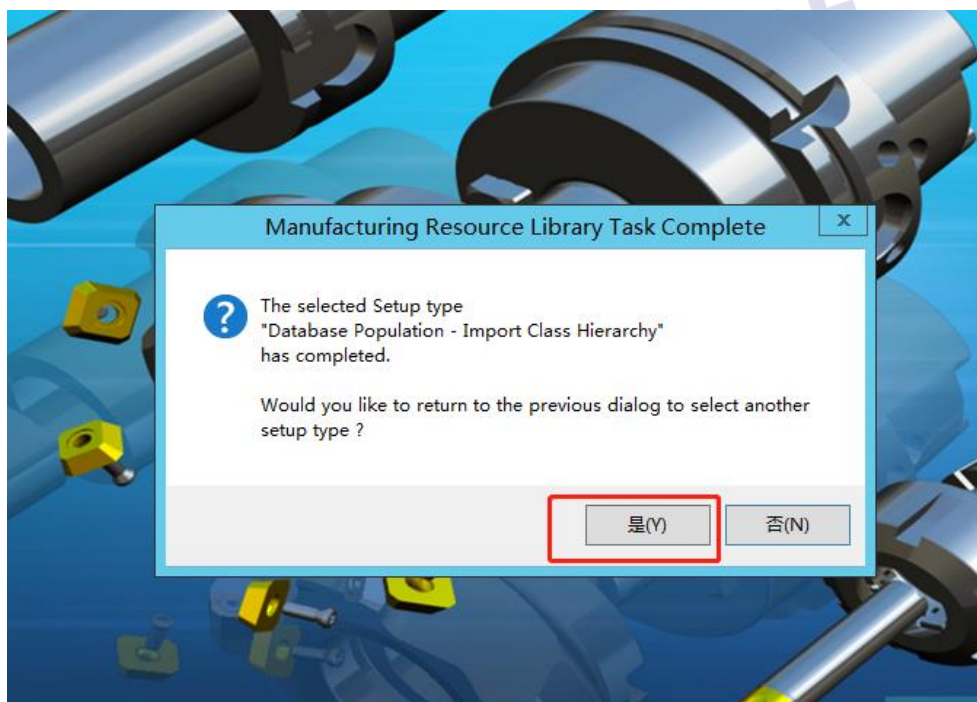

图 11
11. 安装完成后，在弹框点击“是”可回到安装模块选择界面，来安装 MRL 其他模块或导入资源数据（如图 11）：